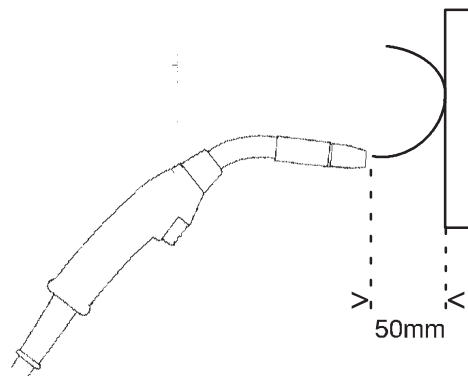

Fig. 2
- Cuando se coloca la antorcha a una distancia de aproximadamente 50 mm del pedazo de madera (fig. 2), el alambre debe ser alimentado hacia afuera, quedando doblado.